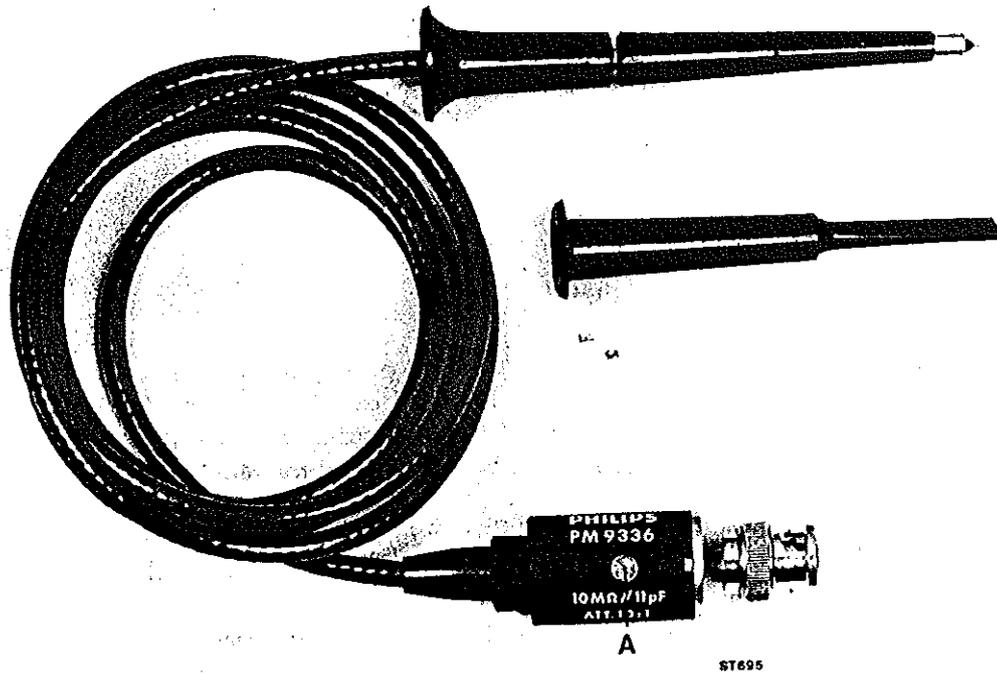

Fig. 1
- Sonde de mesure (10 : 1) PM 9336 (fig. 1, page 22)
- Régler la sonde à l'aide de la vis de réglage "A" (fig. 1, page 22)